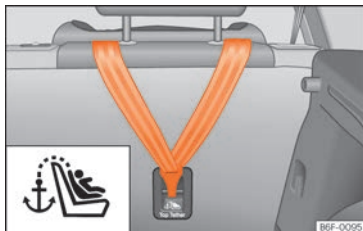

Fig. 38 Parte posterior de los asientos traseros: argollas de sujeción para el cinturón Top Tether.
Las sillas infantiles con sistema Top Tether incorporan una correa adicional para su sujeción a un punto de anclaje en el vehículo. Este punto de anclaje se encuentra en la parte posterior del respaldo del asiento trasero (identificado con el símbolo ) y proporciona una mayor retención >>> **fig. 38**.
- Deslice la correa y fíjela correctamente con el anclaje de la parte posterior del respaldo >>> **fig. 38**.